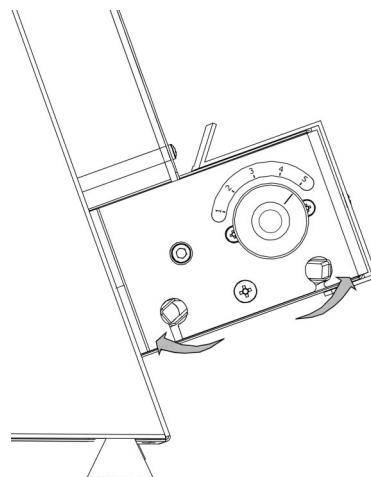

FIG.8 (rimozione raschiatori) / (removing scrapers)
- 2) Ruotare i raschiatori fino a che la lama sia in posizione verticale in modo che abbia la possibilità di scorrere sui fori del sostegno rulli; (**FIG 8**)
- 2) Die Abkratzer drehen, bis die Klinge senkrecht ist, damit sie auf den Löchern der Rollenstütze laufen kann (**FIG 8.**);